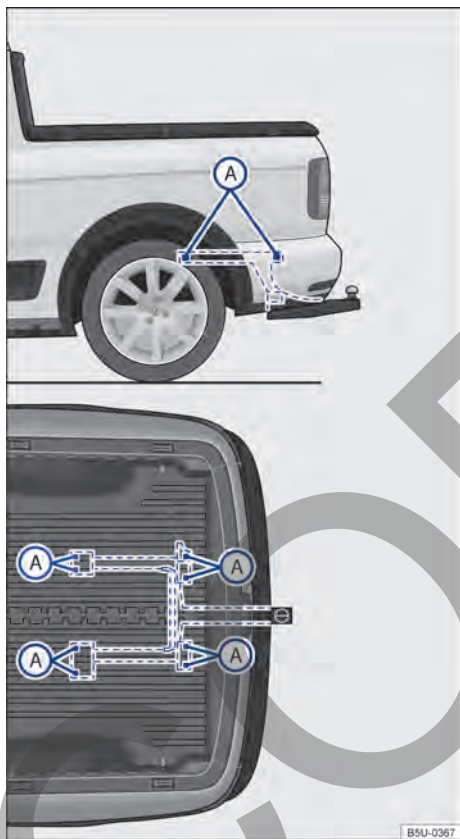

Fig. 173 Puntos de fijación para el montaje posterior de un enganche para remolque.
La figura → fig. 173 muestra, a modo de ejemplo, el punto de fijación para montar un dispositivo de remolque del modelo Nueva Saveiro.
El montaje posterior de un dispositivo de remolque deberá ser efectuado de acuerdo con las instrucciones del respectivo fabricante del enganche, siempre respetando los puntos de fijación indicados en la → fig. 173 (A).